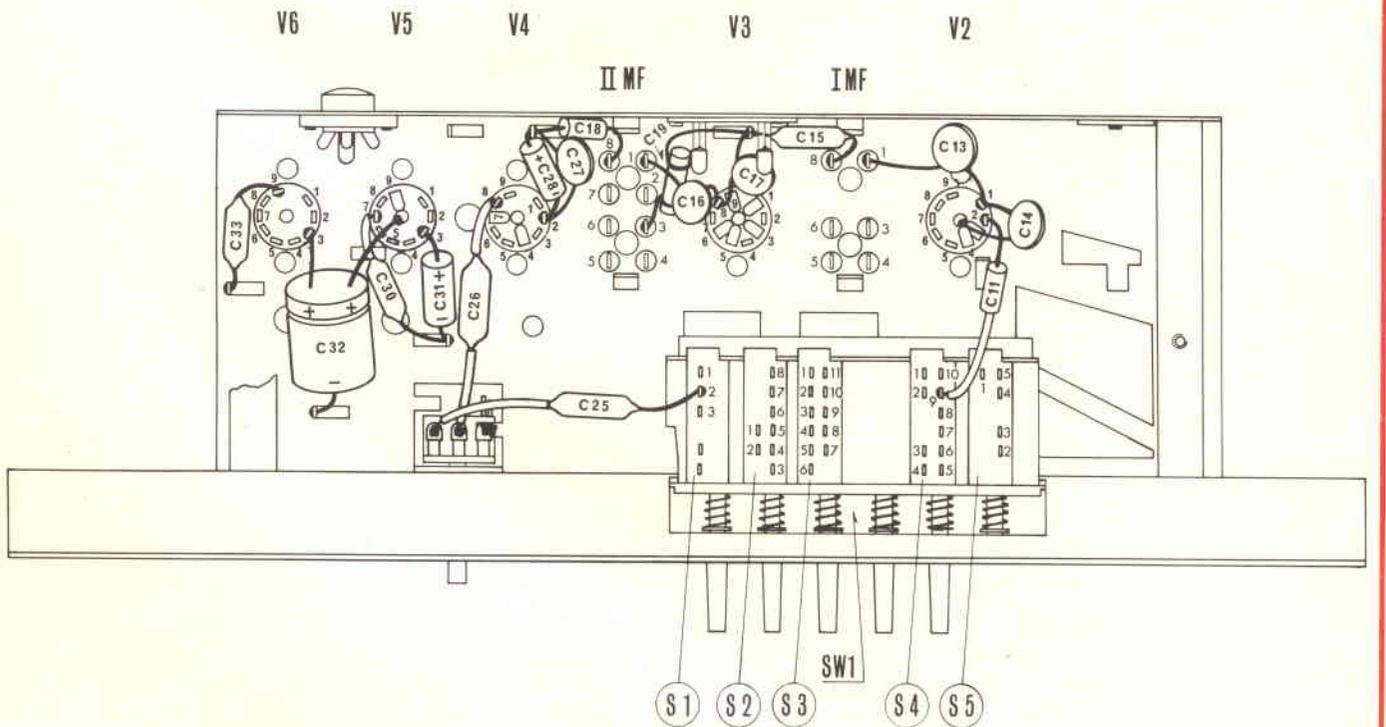

Fig. 6 - Cablaggio dei condensatori.
**IV FASE - Montare i condensatori con il medesimo procedimento dei resistori - fig. 6**